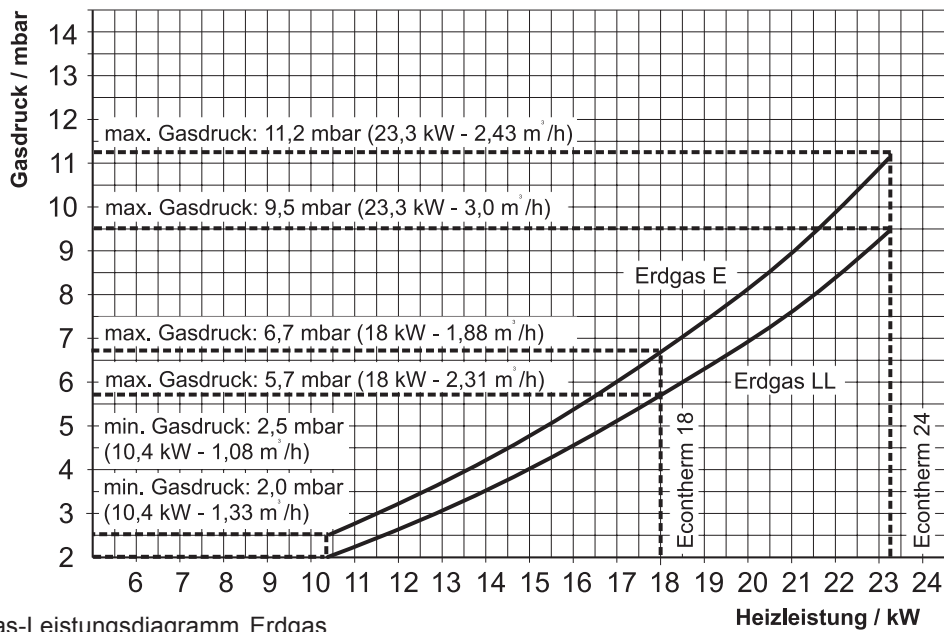
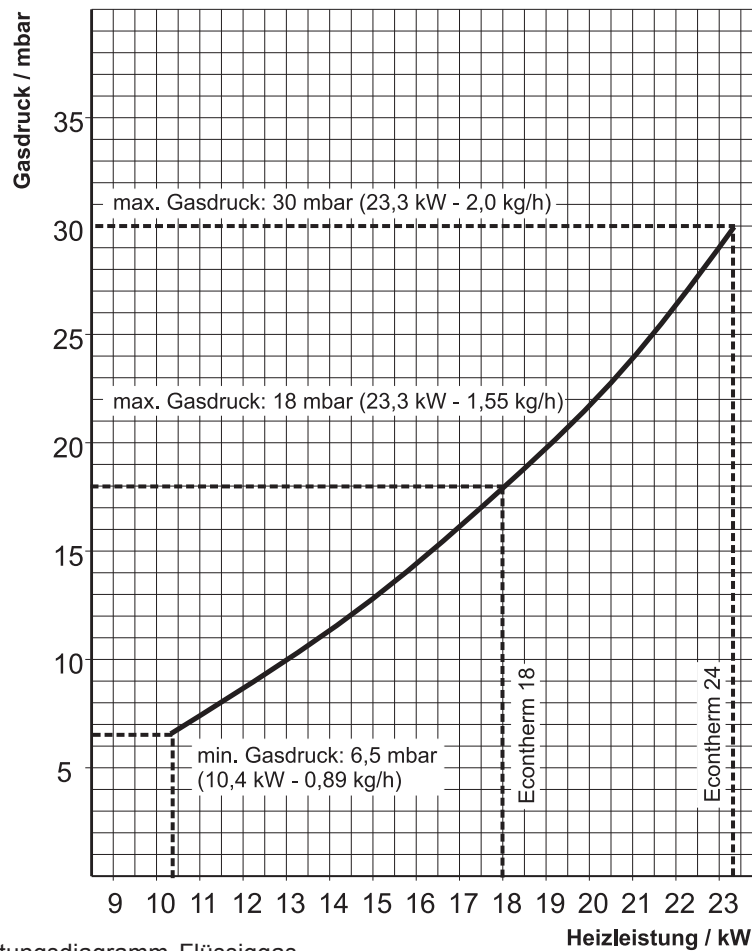

Abb. 5.9 Gas-Leistungsdigramm Erdgas
Abb. 5.10 Gas-Leistungsdigramm Flüssiggas
- Messen Sie den **Gasfließdruck** am Gaseingangsmeßstutzen (A) **Er muß zwischen 18 und 24 mbar liegen.**
- Schließen Sie Ihr Druckmessgerät am Gas-Ausgangs-Meßstutzen an (B).
- Ziehen Sie den Schlauch vom Luftdruckmeßstutzen (F).
- Entfernen Sie die Abdeckschraube (C).
- Stellen Sie entsprechend Diagramm Abb. 5.9 bzw. Abb. 5.10 den minimalen Gasdruck langsam an der Einstellschraube (D) ein. Der Gasdruck wird durch Drehen im Uhrzeigersinn reduziert und entgegen dem Uhrzeigersinn erhöht.
- Stellen Sie entsprechend Diagramm Abb. 5.9 bzw. Abb.5.10 den maximalen Gasdruck langsam an der Einstellschraube (E) ein. Der Gasdruck wird durch Drehen in Uhrzeigersinn erhöht und entgegen dem Uhrzeigersinn reduziert.
- Stecken Sie den Schlauch wieder auf den Luftdruckmeßstutzen (F), montieren sie die Abdeckschraube (C) und verschließen Sie die Meßstutzen A+B.